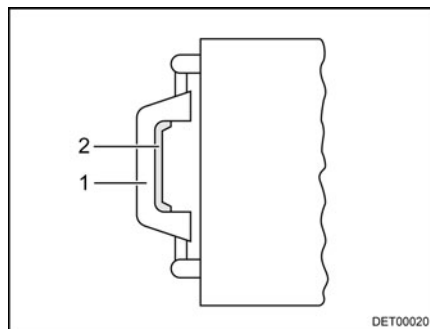

Fig. 58 Claraboya, tirador
- Presionar el cierre de resorte (Fig. 58,2) hacia el lado interior de la claraboya. Presionar simultáneamente hacia arriba la claraboya con el tirador (Fig. 58,1).
- Tirar la claraboya enérgicamente hacia abajo por los dos tiradores (Fig. 58,1), hasta que los dos cierres a presión engatillen.